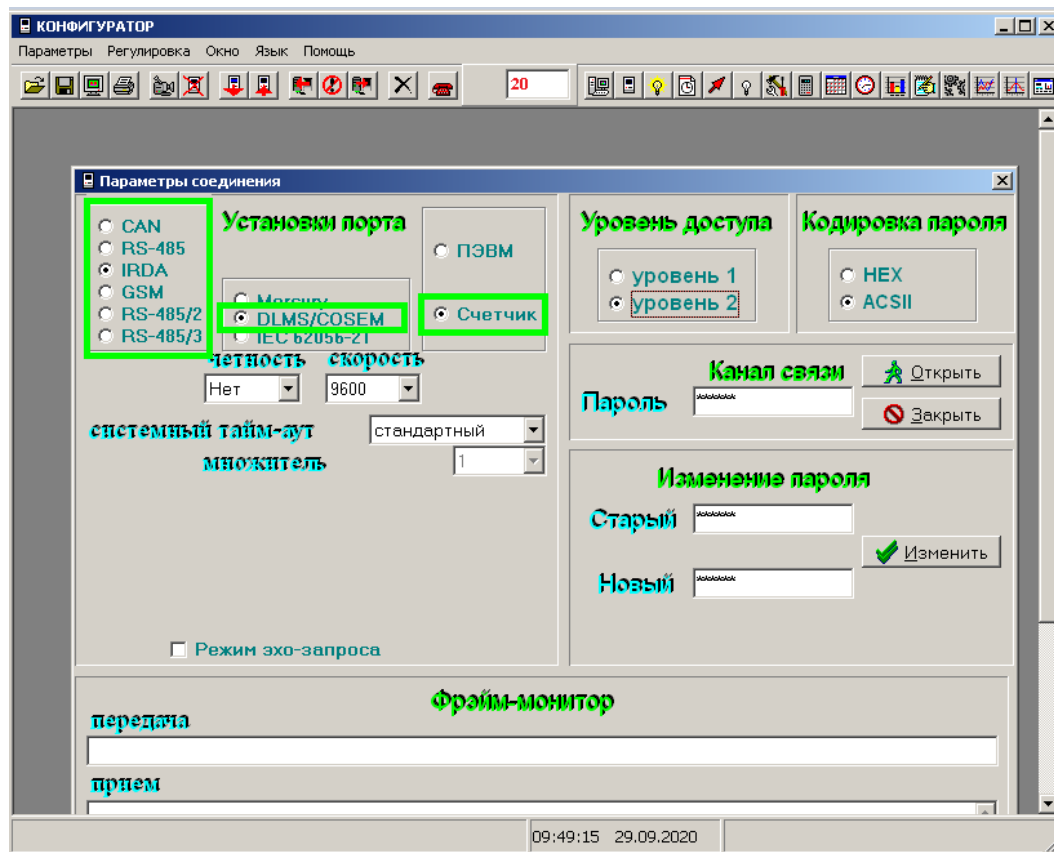

Рисунок 5.6 – Форма Параметры соединения – изменение протокола
При этом появится форма настроек параметров соединения (см. рисунок 5.6).
5.2.2 На форме **Параметры соединения** в блоке **Установки порта** (см. рисунок 5.6):